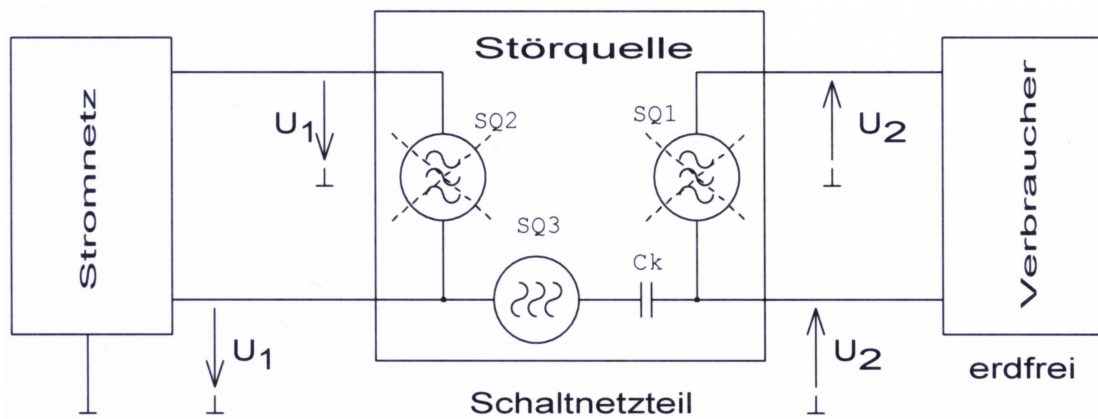

Bild 2.4 Entstehen von Gleichtaktstörungen, erdfreier Verbraucher
- wird nach Bild 2.4 nur ein räumlich kleiner, erdfreier Verbraucher, z.B. eine Kamera oder ein Smartphone über ein kurzes Kabel gespeist, so sind bei niedrigen Frequenzen (Kabellänge \ll Wellenlänge) nur elektrische Nahfelder zu beobachten die mit dem Quadrat oder der dritten Potenz vom Abstand abklingen.